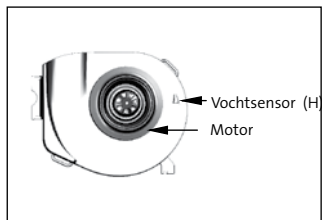
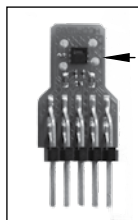

Fig. 11 Motorplaat met motor en vochtsensor (H)
Fig. 12 Vochtsensor MVS-15RH
De vochtsensor (H) (fig. 11 en fig. 12) kan worden schoongemaakt met een droog kwastje.